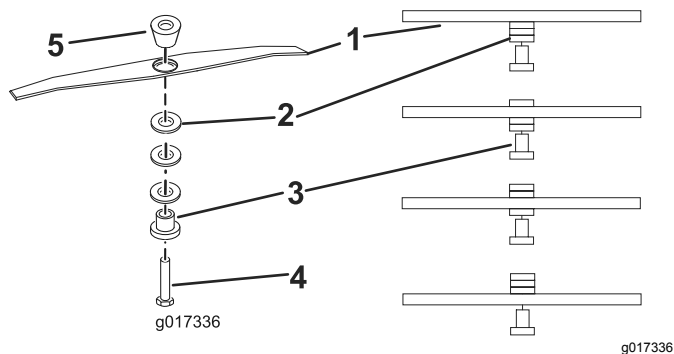

図 12
5. 希望する刈高にあわせてスペーサをセットし、ブレードリテーナとスペーサ 図 12 をもう一度取り付け、 $25 \text{ N}\cdot\text{m} = 2.5 \text{ kg}\cdot\text{m} = 18 \text{ ft}\cdot\text{lbs}$ にトルク締めする。